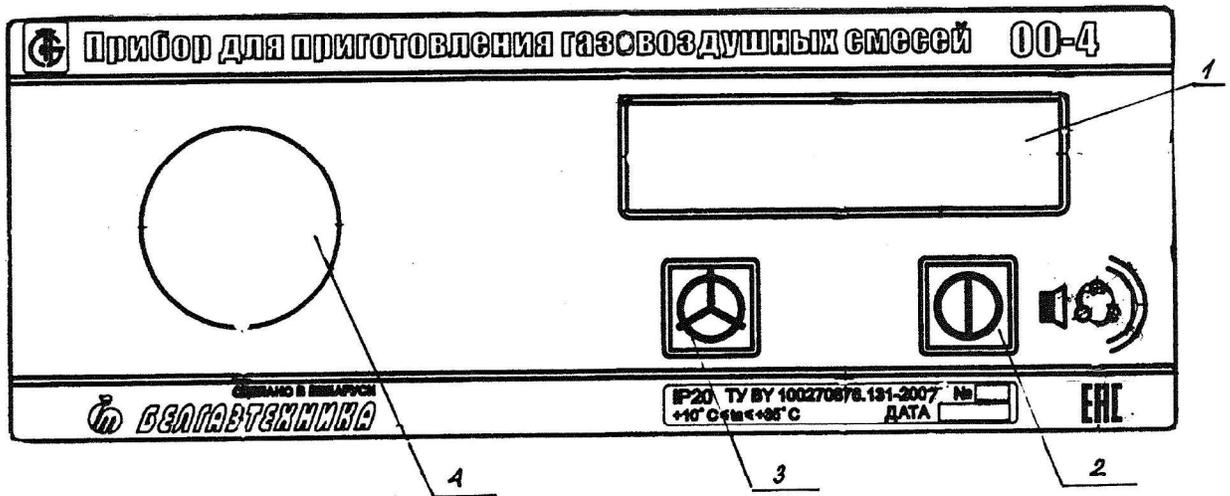

Рисунок 4.1 - Лицевая панель прибора
4.3 На лицевой панели (рис. 4.1) размещены: